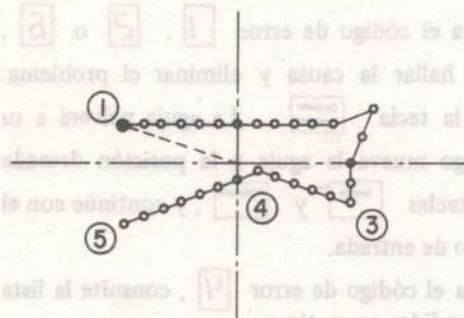

Fig. 7
- Paso 28 Mueva la aguja usando las teclas  y  y confirme que el punto de entrada de la aguja se ha movido y que el patrón después del punto movido se ha desplazando como se ilustra en la Fig. 7.